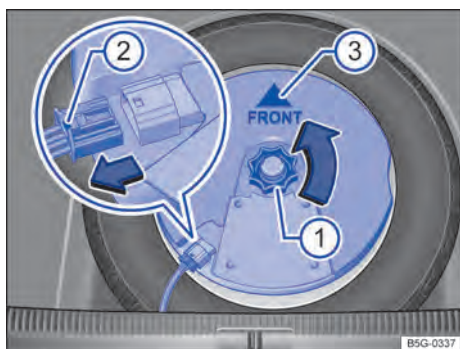

Fig. 298 No compartimento de bagagem: remover o subwoofer (variante 2).
- Desrosquear o manipulador → Fig. 298 ① no sentido anti-horário (seta).
- Para destravar o conector, pressionar o travamento a extremidade do conector ②.
- Colocar o subwoofer cuidadosamente na caixa do aro. A ponta do símbolo da seta "FRONT" → Fig. 298 ③ deve indicar para frente no subwoofer.
- Inserir o conector até que o travamento ② se trave de maneira audível. ▶
- Girar o manípulo ① no pino rosqueável no sentido anti-horário até que o subwoofer fique preso com segurança.
- Colocar o subwoofer cuidadosamente na caixa do aro. A ponta do símbolo da seta “FRONT” → Fig. 298 ③ deve indicar para frente no subwoofer.
- Inserir o conector até que o travamento ② se trave de maneira audível.